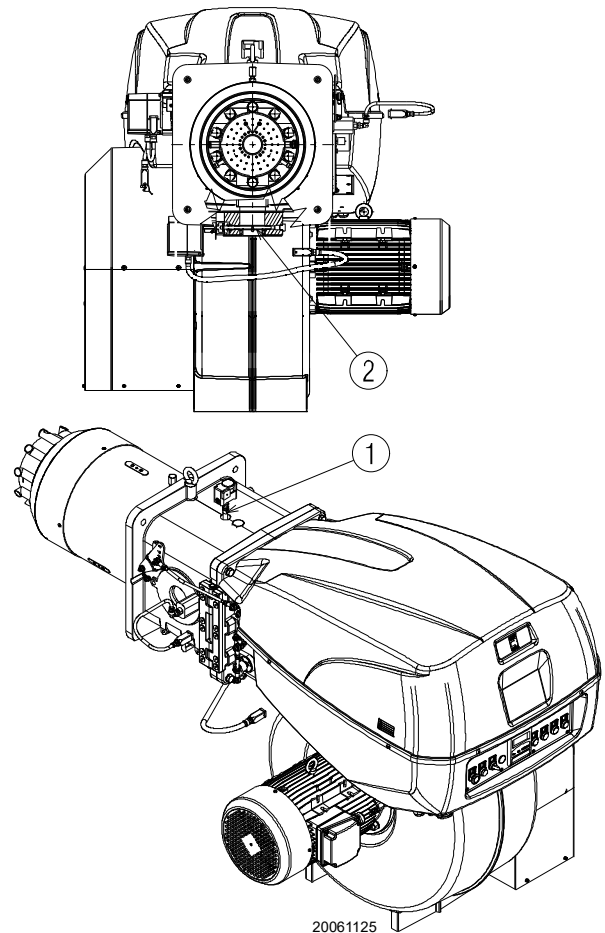

Fig. 19
Pression gaz mesurée à la prise 1)(Fig. 19 à la p. 21), avec:
Perte de charge vanne papillon gaz 2)(Fig. 19 à la p. 21) avec ouverture maximale: 90°.
- soustraire de la pression du gaz à la prise 1)(Fig. 19 à la p. 21) la pression chambre de combustion.
Pression de gaz à la prise 1)(Fig. 19) = 59,2 mbar
Pour connaître par contre la pression de gaz nécessaire à la prise 1)(Fig. 19), après avoir défini la puissance de modulation maximale à laquelle on désire faire fonctionner le brûleur:
- Lire sur la droite, colonne 1, la pression à la prise 1)(Fig. 19).
Pression nécessaire à la prise 1)(Fig. 19).